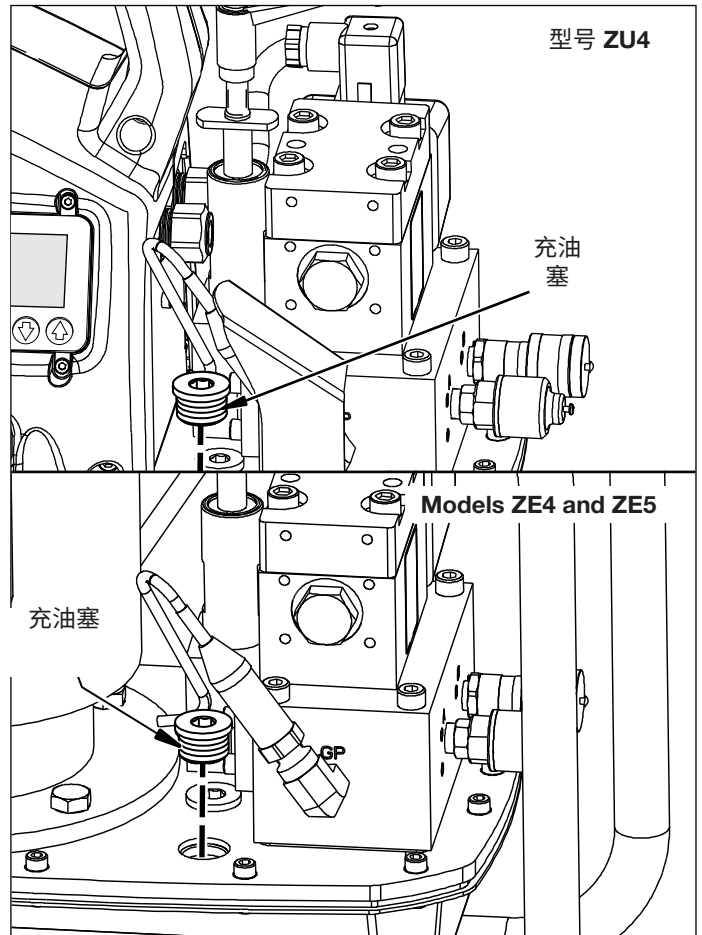
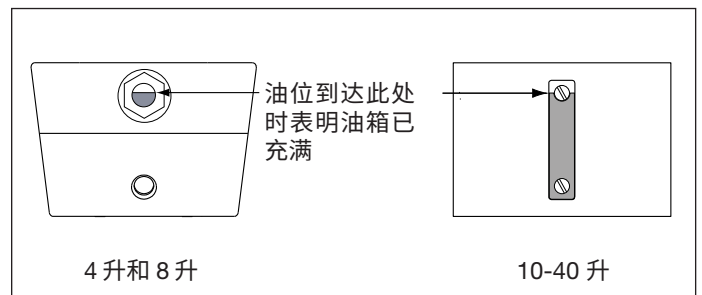

图 3, 充油塞
图 4, 油箱观察孔
4.3 油位 (见图 3 和 4)
启动前检查泵油位。当油位达到图 4 所示位置时, 即表示油箱已满。必要时, 如图 3 所示拆下盖板上的充油塞, 根据需要加油。